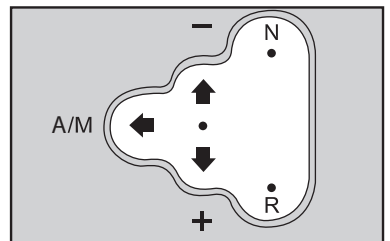

fig. 2
As três posições estáveis são as correspondentes ao ponto morto (N), marcha a ré (R) e à posição central situada entre as posições instáveis + e - **fig. 2**.
As posições instáveis, ou seja, aquelas que são abandonadas pela alavanca quando a mesma é solta, são as posições de solicitação de troca de marchas superiores (+) e inferiores (-) e a posição de seleção do modelo de funcionamento automático (A/M). **fig. 2**.